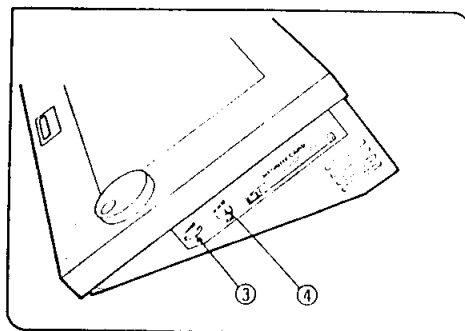

図 4
- 3) U-MCB右側面の輝度調整ダイヤル③及び音量調整ダイヤル④で調整できます。(図4)